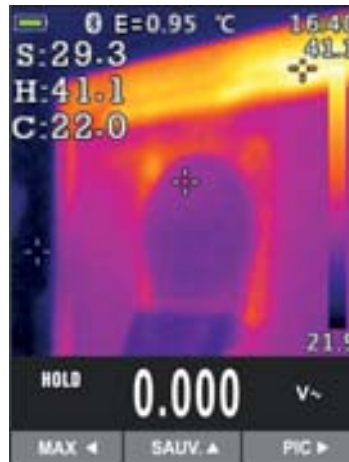

Fig. 45: Sauvegarde image IR
9. Appuyer sur la touche **HOLD/REL** pour fixer le résultat. Le message « HOLD » et la touche **SAUV. ▲** apparaît à l'écran (voir Fig. 45)